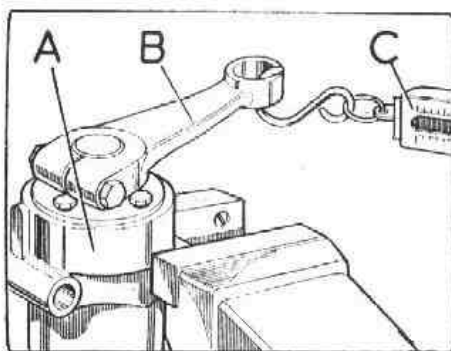

Fig. G-60 Comprobación de la resistencia al giro de la bieleta de la caja compensadora
- 3.19. Colocar la caja compensadora en un tornillo de banco y fijar provisionalmente la bieleta superior y, utilizando un dinamómetro de muelle, se comprobará la resistencia al giro del eje, la cual debe estar comprendida entre 5,4 kg y 7,3 kg (Fig. G-60).